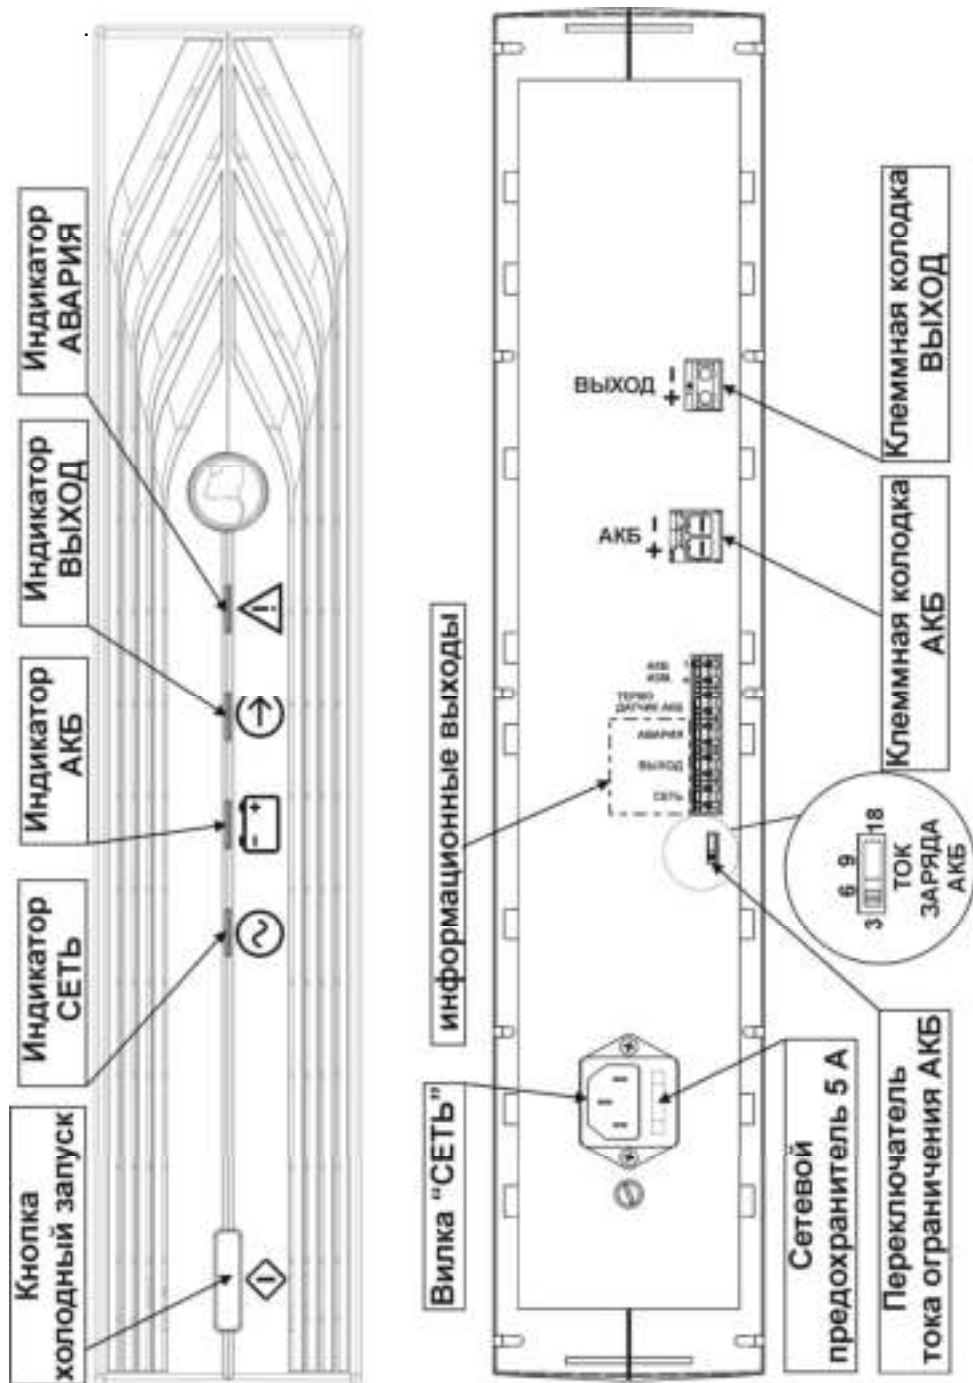

Рисунок 1 - общий вид изделия
**Изделие содержит следующие конструктивные элементы (см. рис. 1):**
- подключите с соблюдением полярности к клеммам колодки «ВЫХОД» изделия кабель питания нагрузки (см. рис. 1);
- проверьте правильность произведенного монтажа в соответствии с назначением клемм подключения (рис. 1) и схемами подключения (рис. 4-6);
- проверьте наличие и исправность сетевого предохранителя (см. рисунок 1);